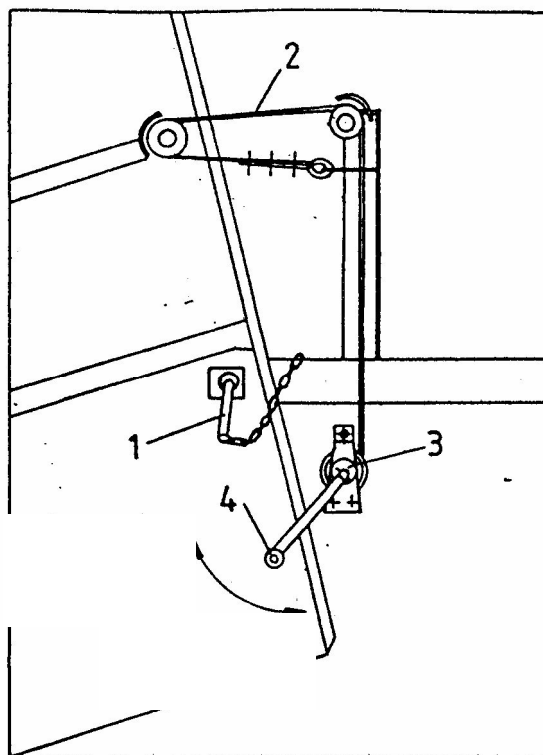

Рис. 14. Раскладывание бункера
3. Опустит хобот бункера. Вынь чеку 1 (рис. 14), а затем опусти хобот, поворачивая ручку лебёдки 4, не поднимая при этом храповых собачек лебёдки 3.